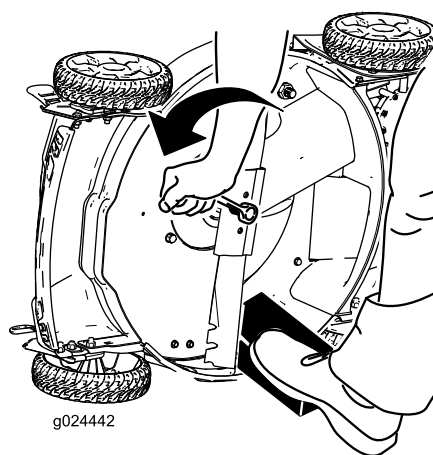

Figure 31
3. Immobilisez la lame avec un morceau de bois (Figure 31).
4. Déposez la lame en tournant le boulon dans le sens antihoraire, et conservez toutes les fixations pour monter la lame neuve (Figure 31).